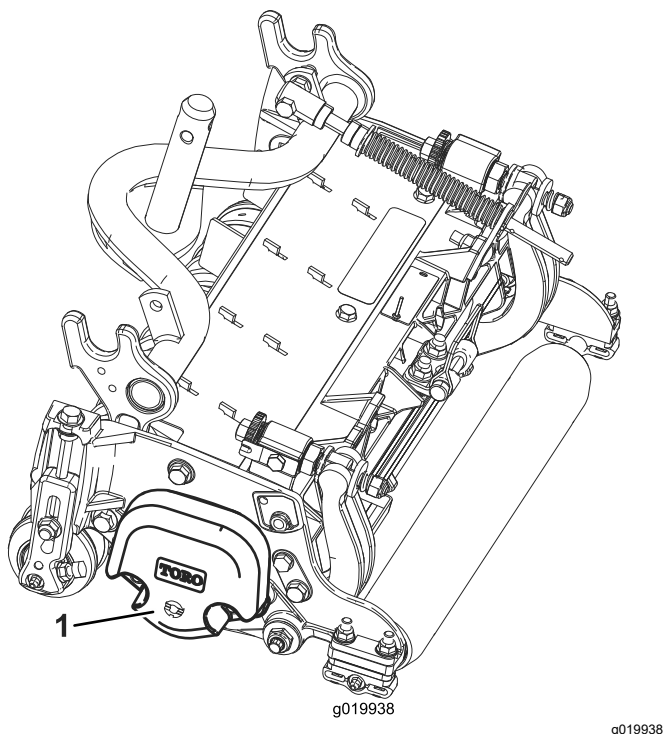

Figura 3
5. Asegúrese de que el contrapeso (Figura 3) está instalada en el extremo correcto de la unidad de corte, según lo indicado en el *Manual del operador de la unidad de corte*.